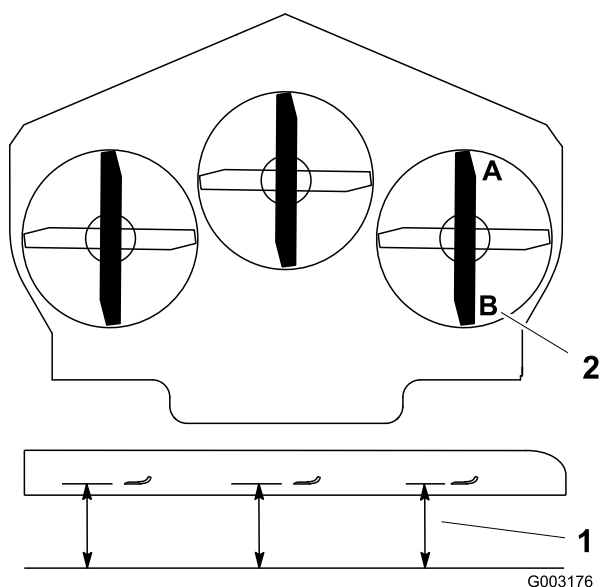

Figura 69
1. Disponete la lama destra in posizione longitudinale rispetto alla macchina (Figura 69).
2. Misurate la lama destra al punto **A** da una superficie pianecciante fino al tagliente della punta della lama (Figura 69).
4. Misurate la lama destra al punto **B** da una superficie pianecciante fino al tagliente della punta della lama (Figura 69).
6. La lama del tosaerba deve essere da 6 a 10 mm più bassa al punto **A** rispetto al punto **B** (Figura 69). In caso contrario eseguite la seguente operazione.